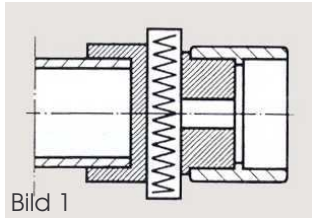

Bild 1
9. Rohr und Fitting bis zum Anschlag durch Zusammenfahren der Schlitten mit Handrad in Heizbuchse respektive Stutzen einfügen. Anwärmzeit beachten. (Bild 1)